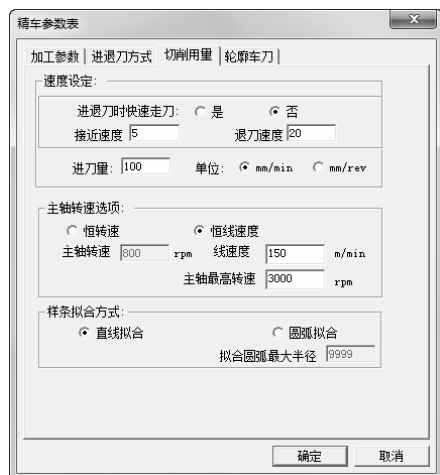

图 6-138 精车外圆切削用量参数设定
3) 单击“切削用量”选项卡，如图 6-138 所示。设置切削用量具体参数如下：速度设定：接近速度：5，退刀速度：20；进刀量：100，单位 mm/min；主轴转速选项：恒线速度；线速度：150；主轴最高转速：3000；样条拟合方式：直线拟合。